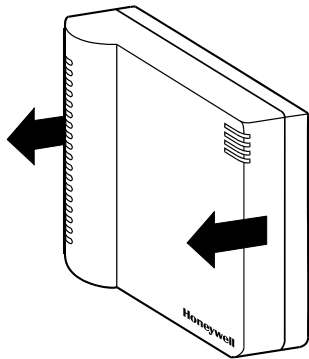

Fig. 6. Déposer le couvercle
1. Simplement trier le couvercle de l'embase comme montré en Fig. 6.